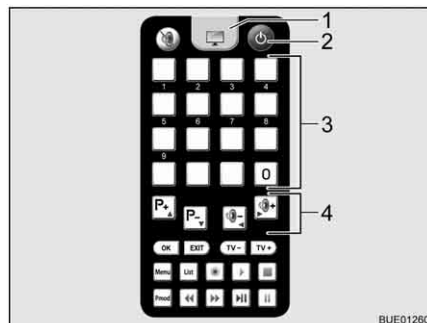

Bild 23 Fernbedienung Fernsehgerät
- Auf der Fernbedienung für das Fernsehgerät Taste "⏻" (Bild 23,2) drücken. Die Anlage geht in den Suchmodus. Ein Dauerton ertönt.
- Zum Umschalten auf Fernsehempfang auf der Fernbedienung für das Fernsehgerät die Fernsehtaste (Bild 23,1) drücken. Der Signalton endet. Ein Bild erscheint auf dem Bildschirm.
- Über die Speichertasten (Bild 23,3) auf der Fernbedienung für das Fernsehgerät oder über die Funktionstasten (Bild 23,4) den gewünschten Sender wählen.